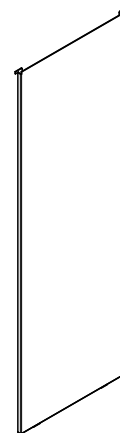
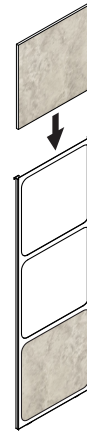

Figure 24.1
Figure 24.2
Votre appareil est expédié avec deux options de côtés, l'une est un panneau latéral complet (**Figure 24.1**) et un panneau latéral à tuiles (**Figure 24.2**). Il y en a deux chacun et il n'y a aucun côté droit ou gauche, ceux-ci pouvant donc être changés à tout moment.
3. Empilez les tuiles incombustibles dans le cadre, comme il est indiqué à la **figure 24.2**.